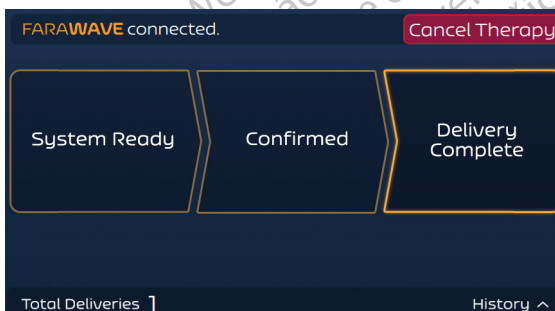

Abbildung 12. Therapiebildschirm – Asynchroner Modus – Abgabe abgeschlossen
7. Wenn eine Abgabe erfolgreich abgeschlossen ist, erhöht der FARASTAR PFA-Generator den Zähler für die Gesamtzahl der Abgaben und zeichnet das Ereignis auch im Bildschirm „History“ (Verlauf) auf. Siehe Abbildung 12.